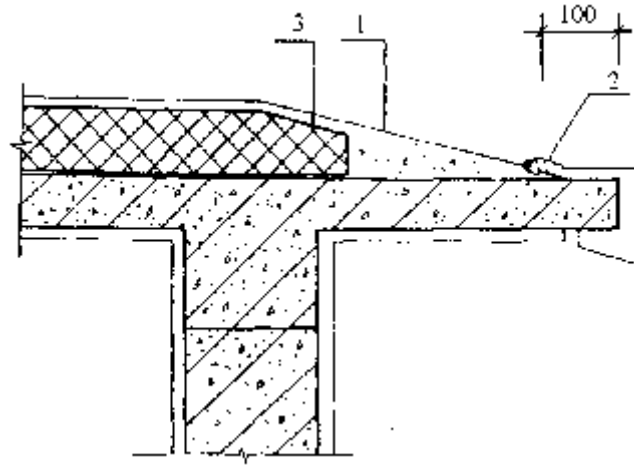

图 7-1 无组织排水檐口
(1) 阴角都要粉圆弧，阳角要粉钝角，圆弧半径为 100mm 左右。
(2) 直式和横式水落口周围嵌填要密实，要略低于找平层。
(3) 无组织排水，檐口要按图 7-1 做好防水卷材收头的槽口。